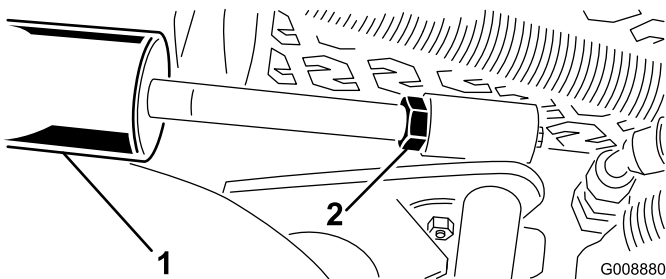

Bild 29
- A. Senken Sie die Mähwerke ab und drehen Sie die Klemmmutter am Zylinder heraus (Bild 29).